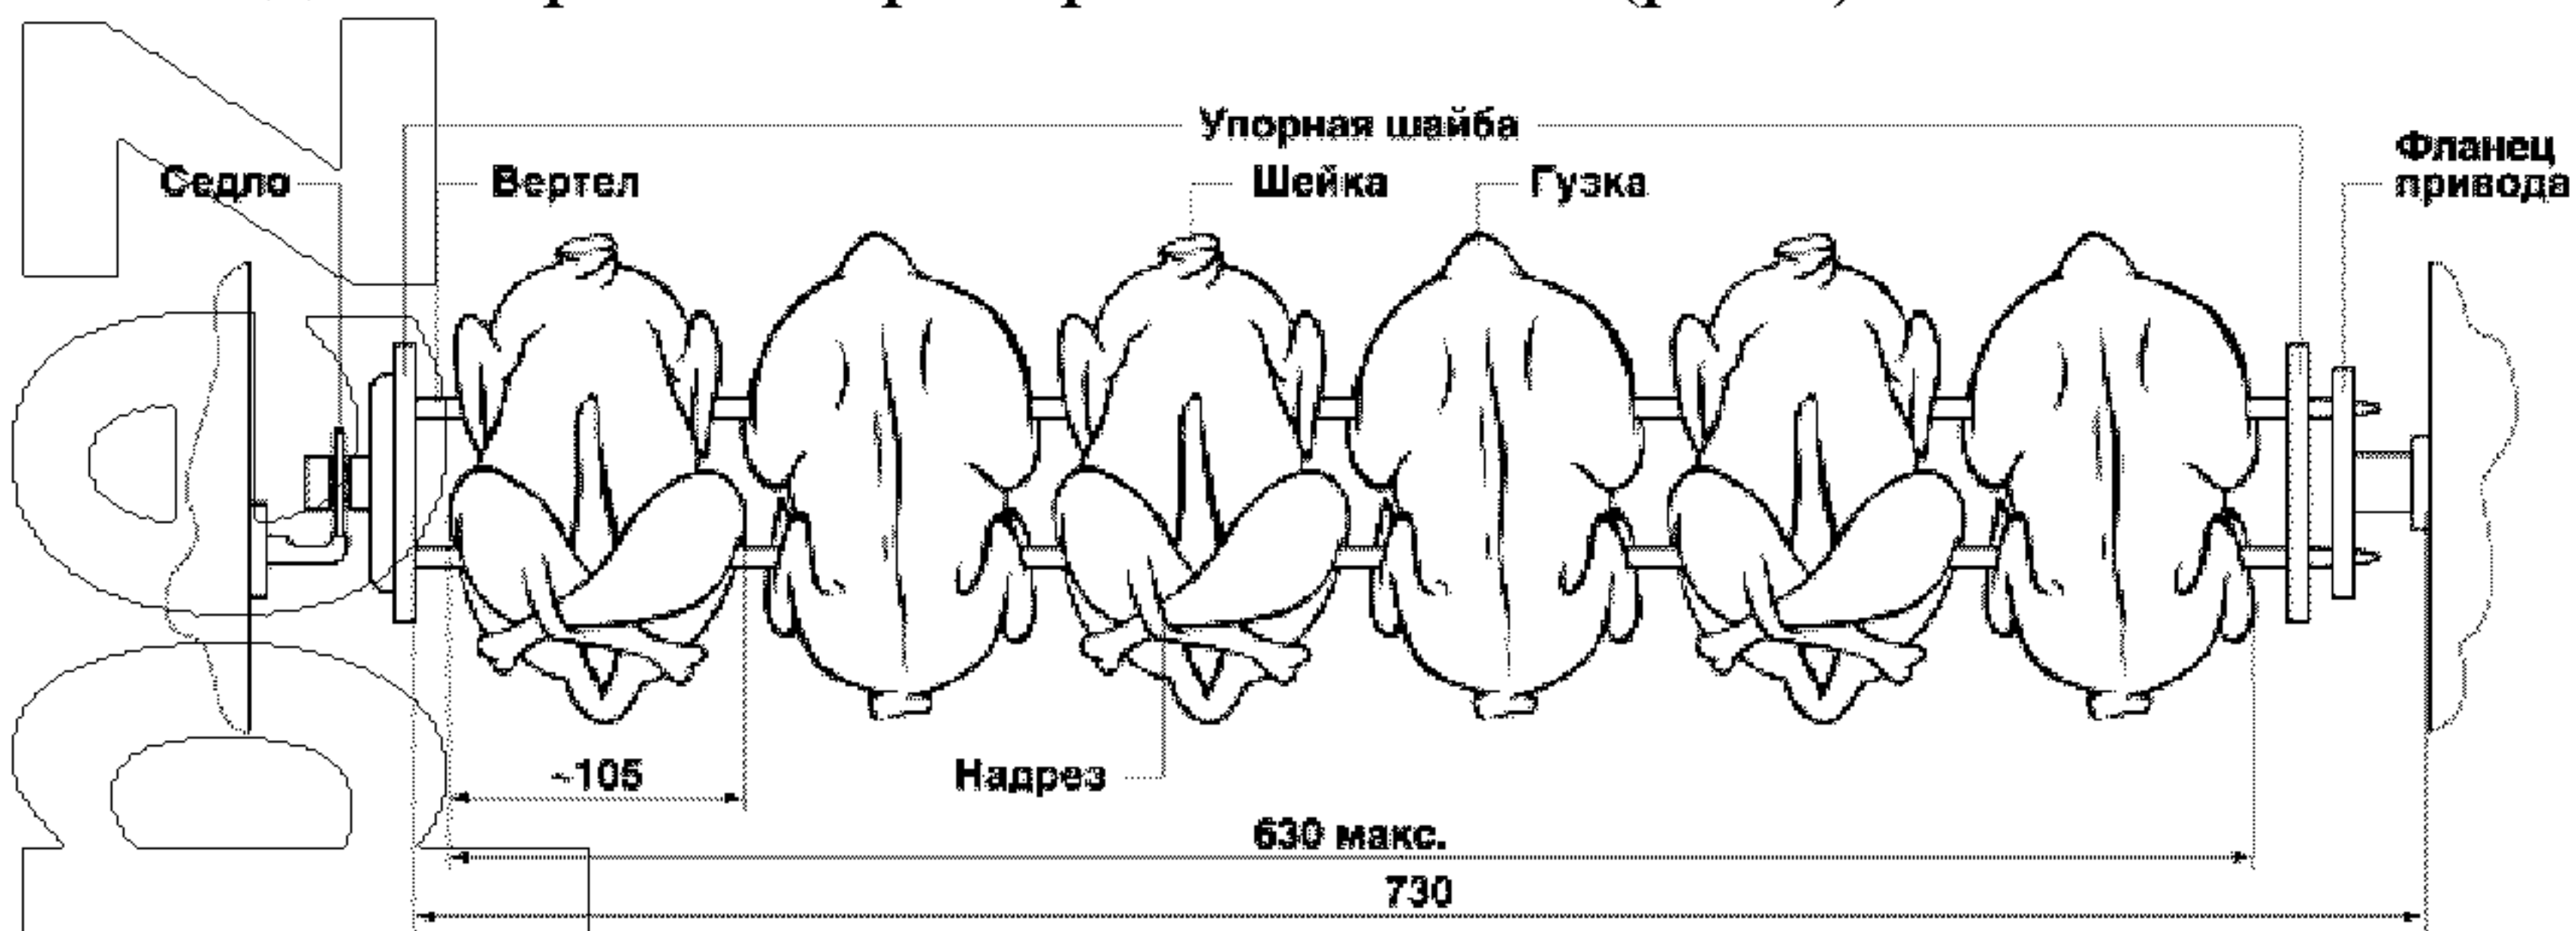

Рис. 2
4.7. Перед началом работы, размороженные и предварительно приготовленные для жарки тушки цыплят (посоленные, поперченные, промаринованные и т.д.) насадить на вертел с двумя упорными центрирующими шайбами (рис.2). Чередование ту-
шек вдоль вертела способом «шейка-гузка», «гузка-шейка» обеспечивает размещение и центрирование на ней 6 шт. тушек (весом 1000-1100 грамм). Выступающие части тушек следует аккуратно заправить. Одна из лапок поджимается крест-накрест другой лапкой, которая, в свою очередь, заправляется в разрез ткани тушки. Проколы тушки производить с обязательным проходом стержней через крылья и лапки (рис.2).